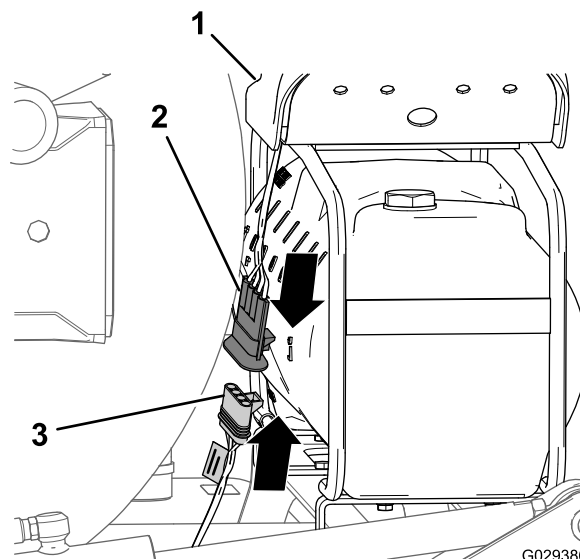

Figura 183
1. Al final de la rama de 236 cm (93") del arnés de cables, alinee el conector hembra de 4 vías del arnés de cables del kit de acabado con el conector de 4 pines del arnés de cables del compresor (Figura 183).
2. Inserte el conector de 4 pines en el conector hembra de 4 vías (Figura 183).